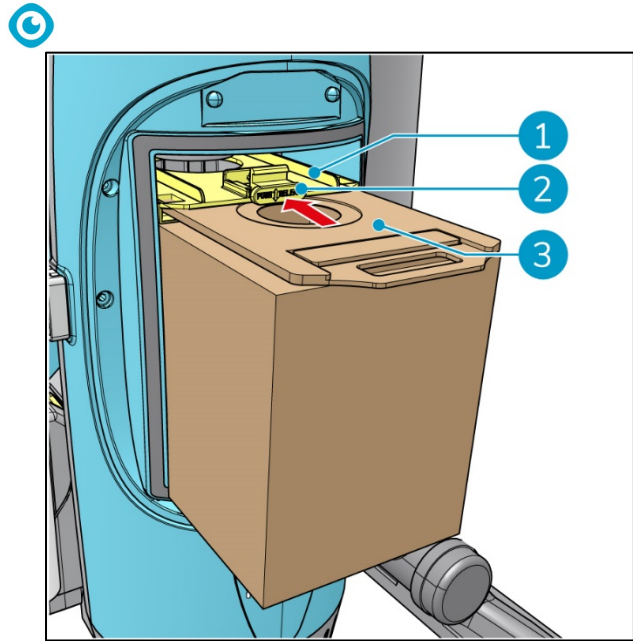

Abbildung 10
7. Platzieren Sie den gelben Halter (Abbildung 10, Pos 1) in der oberen Position. Drücken Sie den gelben Knopf (Abbildung 10, Pos. 2), bis er in verriegelter Position einrastet.
8. Führen Sie den Kartonkragen des neuen Staubbeutels (Abbildung 10, Pos. 3) vollständig in den gelben Staubbeutelhalter ein.